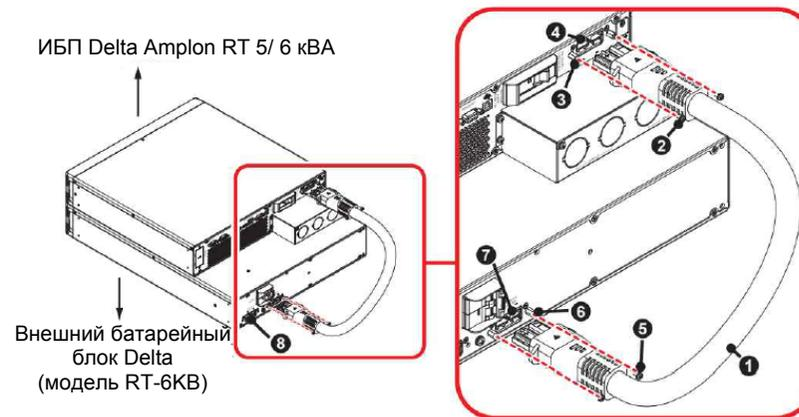

Рисунок 8
- 1) Подключите один конец входящего в комплект поставки батарейного кабеля (1) к разъему (4) для внешних батарей на ИБП, а другой конец к разъему (7) на внешнем батарейном блоке Delta. Воспользуйтесь входящими в комплект поставки винтами (2) и проставками (3) для надежного крепления батарейного кабеля. Убедитесь, что положительный конец кабеля (+) подключен к положительному полюсу (+), а отрицательный конец кабеля (-) — к отрицательному полюсу (-). См. **Рисунок 8**.